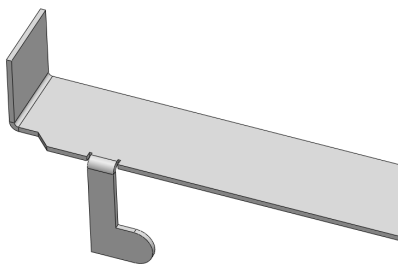

图 13-19 折叠钣金特征效果
(5) 单击菜单栏中的【插入】|【钣金】|【折叠】命令，弹出【展开】属性管理器，依次选择合适的固定面和边线折弯对象，单击【确定】按钮 ，即可折叠钣金特征，如图 13-19 所示。